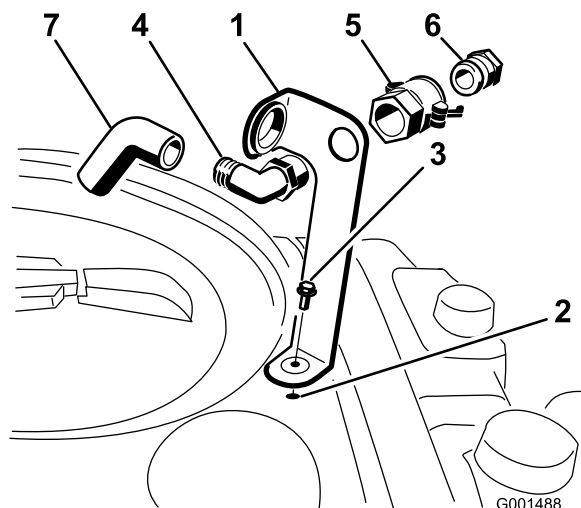

Figura 3
flangeada (5/16 x 3/4 pol.), conforme mostrado na Figura 3.
- Coloque a extremidade rosqueada do encaixe em cotovelo a 90° através do suporte e rosqueie o acoplador rápido, prendendo-o ao suporte (Figura 3).
3. Instale o adaptador da mangueira no acoplador rápido (Figura 3).
4. Trave o adaptador no lugar girando as alavancas em direção ao adaptador e, em seguida, prenda-as com os contrapinos em grampo (Figura 3).
5. Instale a mangueira anti-sifão através da abertura grande no suporte e na extremidade farpada do encaixe em cotovelo a 90° (Figura 3).